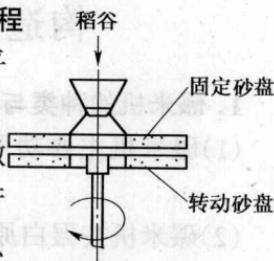

图 1-2 砂盘砻谷机
(1)砂盘砻谷机是由上下两片平卧的金刚砂盘组成，如图 1-2 所示。